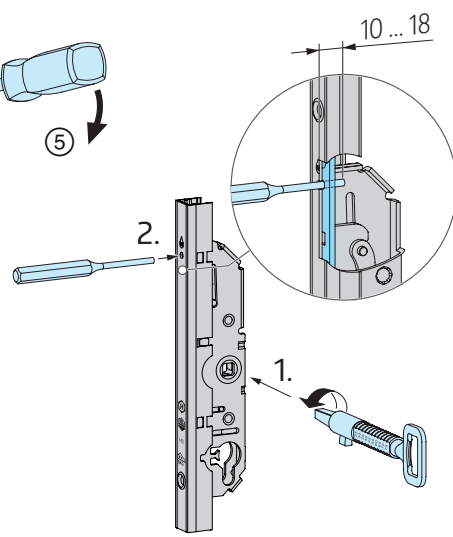

Abb. 20
**Wichtig, siehe Abb. 20 auf Seite 36:** Getriebe vor der Montage in Verschlussstellung (1) bringen und mit Durchtreiber Ø 4,5 (Gr. 4) oder ähnlichem arretieren (2).
**Wichtig:** Getriebe vor der Montage in Verschlussstellung (1) bringen und mit Durchtreiber Ø 4,5 (Gr. 4) oder ähnlichem arretieren (2); **Abb. 20.**